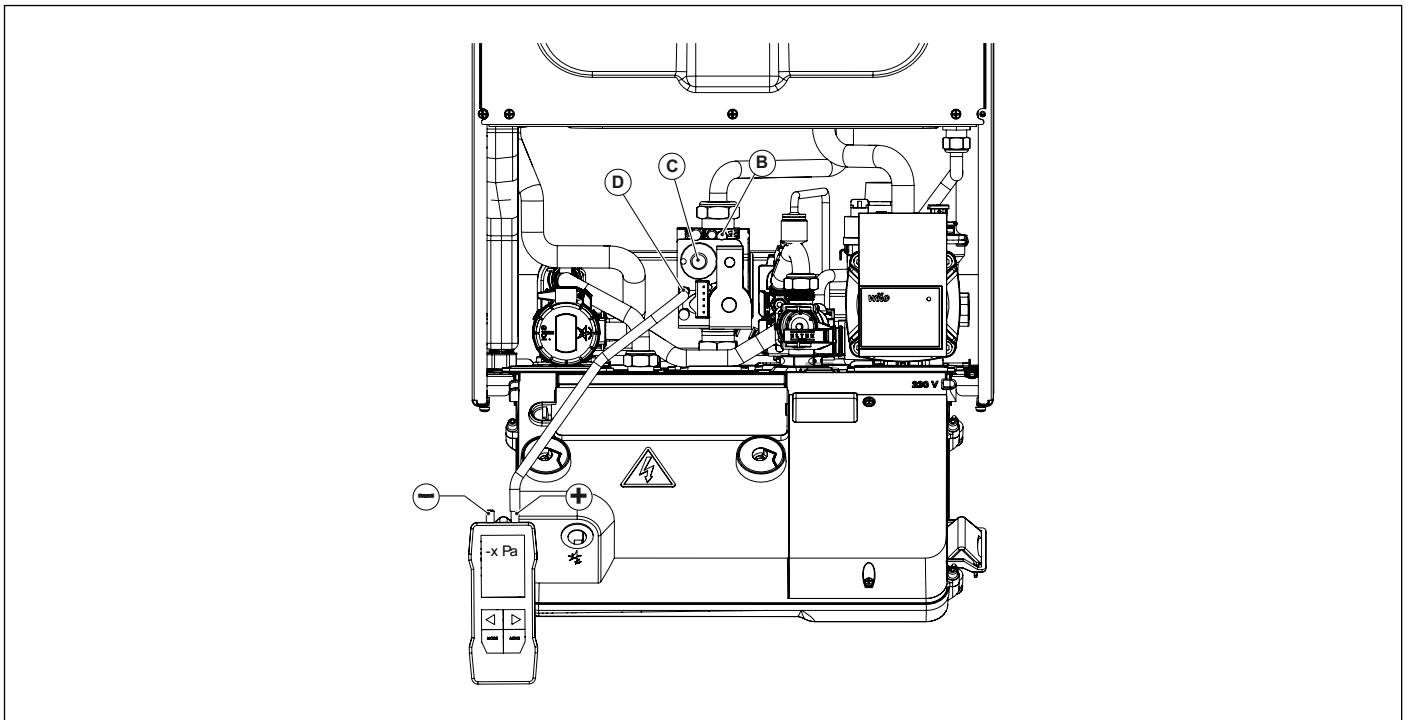

Рис. 41 Регулювання протитиску
- Викрутити заглушку в точці вимірювання протитиску **D** й приєднати до неї позитивний вхід (\*) диференційного манометра (див. Рис. 41 Регулювання протитиску).